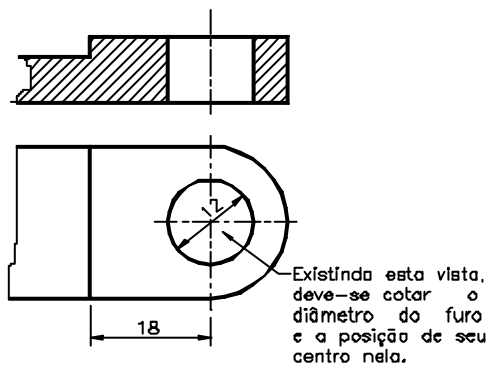
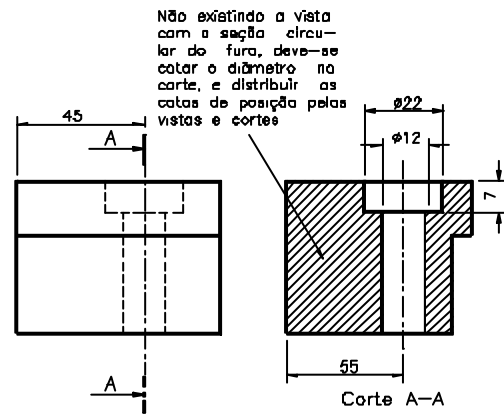

Figura 1.10.13 – cotação de furo na seção do furo
Figura 1.10.14 – Cotação do furo em outra vista
1.10.8.1 - Cotação de furo: a **posição** do furo deve ser cotada sempre pelo seu **centro**, e o **diâmetro** de preferência na vista em que se apresenta a **seção circular**, *Figura 1.10.13*, quando não for possível, cota-se em outra vista, acrescentando-se o símbolo ϕ antes da dimensão, *Figura 1.10.14*.